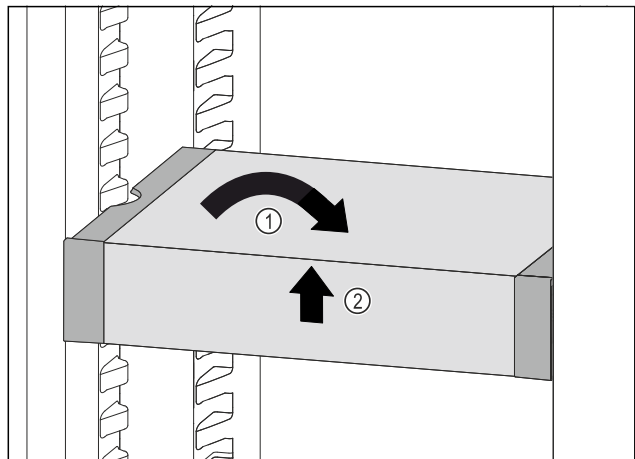

Fig. 55
- ▶ Вирівняти VarioSafe. Fig. 55 (1)
- ▶ Підняти VarioSafe спереду. Fig. 55 (2)